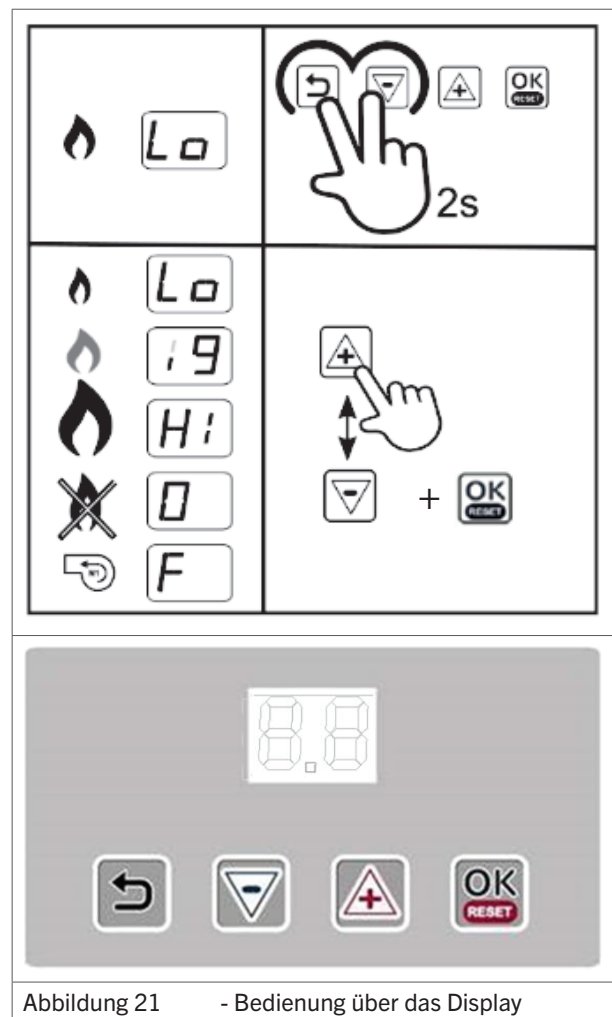

Abbildung 21 - Bedienung über das Display
1. Halten Sie einige Sekunden lang die Tasten **Return** und **(-)** gedrückt (Abb. 21). Die Anzeige wechselt zwischen den Anzeigetexten Lo und St. Der Luftherhitzer fährt somit im Teillastbetrieb hoch.
2. Mit den Tasten **(+)** und **(-)** wechseln Sie zwischen einem Teillast- und Volllast-Betrieb (Abb. 21).